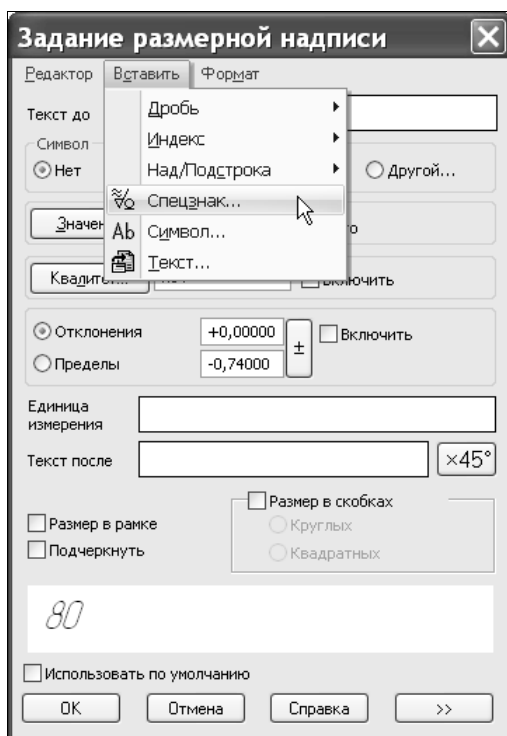
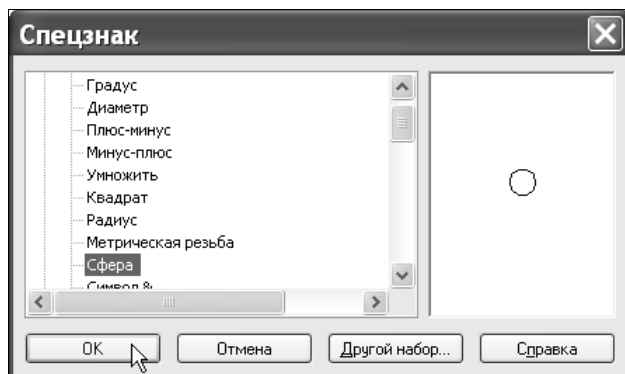

Рис. 1.88. Команда **Спецзнак** диалогового окна **Задание размерной надписи**
Рис. 1.89. Диалоговое окно Спецзнак
6. Чтобы поставить дополнительные условные знаки в диалоговом окне **Задание размерной надписи**, поставьте курсор в поле **Текст до** или раскройте кнопкой **Далее** поле для ввода текста под размерной надписью и из меню **Вставить** выберите команду **Спецзнак** (рис. 1.88). В появившемся диалоговом окне **Спецзнак** (рис. 1.89) выберите нужный условный знак.
5. В поле 1 щелкните правой кнопкой мыши и из контекстного меню выберите команду **Вставить спецзнак**, в диалоговом окне **Спецзнак** (см. рис. 1.89) условный знак конусности находится в разделе **Углы, уклоны, конусность**.